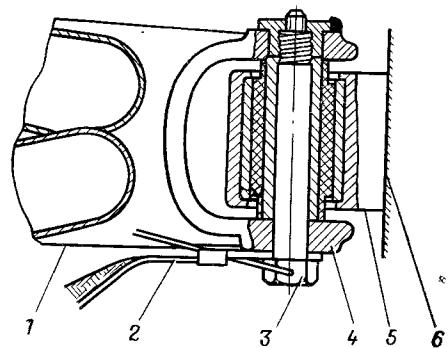

Рис. 17. Узел крепления моторной рамы к мотогондоле:
5. Поднять моторную установку на уровень мотогондолы. Совместить узлы моторной рамы с узлами на мотогондоле. Поставить в верхние узлы болты с металлизацией и завернуть болты (рис. 17).